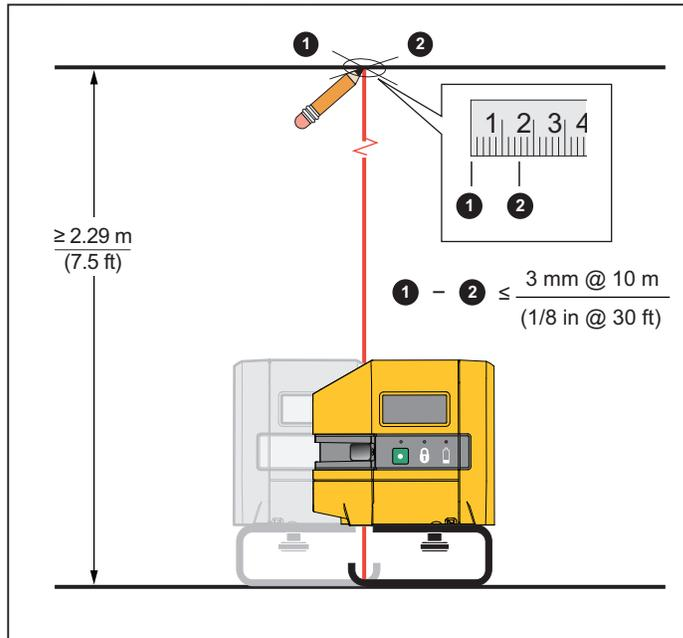

Abbildung 8. Lotgenauigkeit
3. Den nach unten gerichteten Laser auf beiden Achsen der Kreuzmarkierung zentrieren. Siehe Abbildung 8.